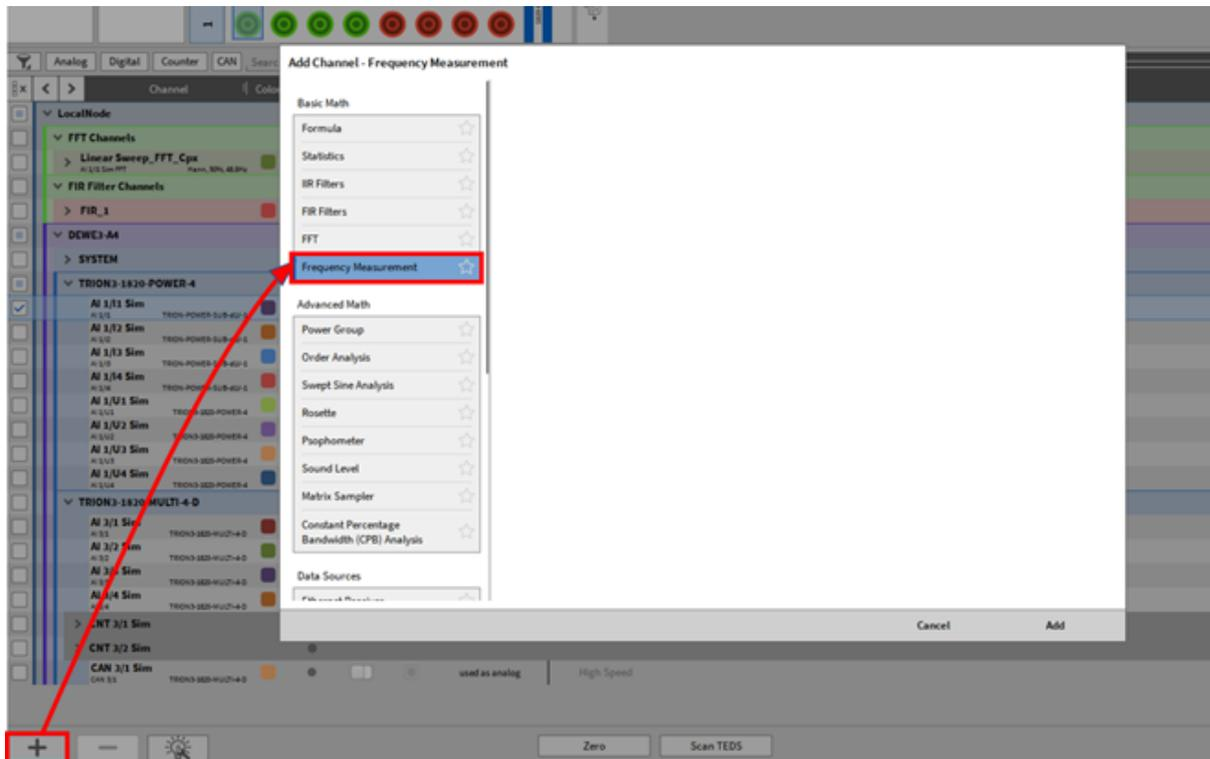

Abb. 7.169: Ausgleichen einer Deterministischen Verzögerung zwischen Video- und Sensordaten
Wenn die Latenz zwischen Video- und Sensordaten bekannt ist, kann sie durch Eingabe der Verzögerung im *Startoffset* in die Kanaleinrichtung des Videos kompensiert werden (siehe ① in Abb. 7.169).